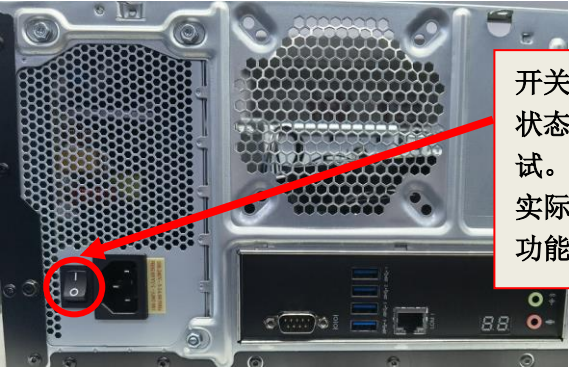

图 2
2) 带开关的电源模块, 需将电源模块的开关按钮打到闭合状态后再进行测试 如图 2。